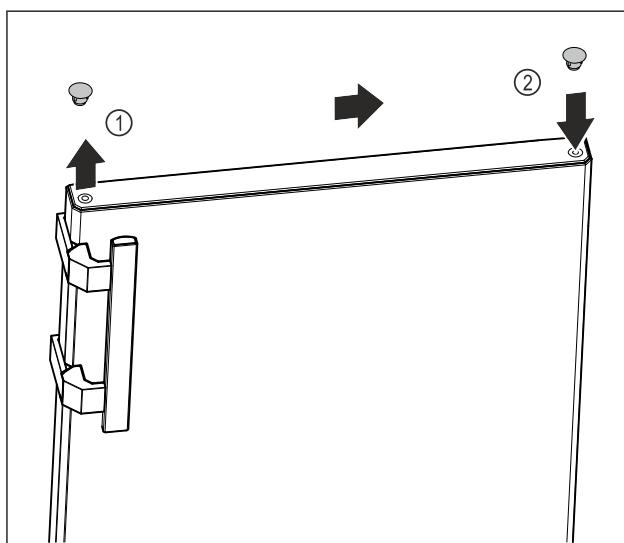

Fig. 13
- Ridicați cu precauție dopurile de acoperire de pe partea superioară a ușii Fig. 13 (1) cu șurubelnită plată.
- Montați dopurile de acoperire pe partea opusă. Fig. 13 (2)